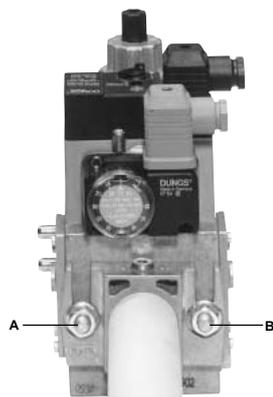
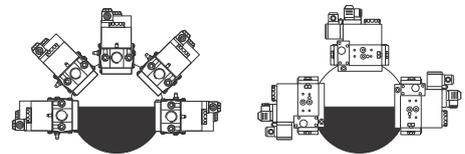

Fig. 23
Fig. 26
3. stringere le viti A, B, C e D (Fig. 23 - Fig. 24), rispettando le posizioni di montaggio (Fig. 26);
1. Allentare le viti A e B **non** svitare (Fig. 23 e Fig. 24).
2. Svitare le viti C e D (Fig. 23 e Fig. 24).